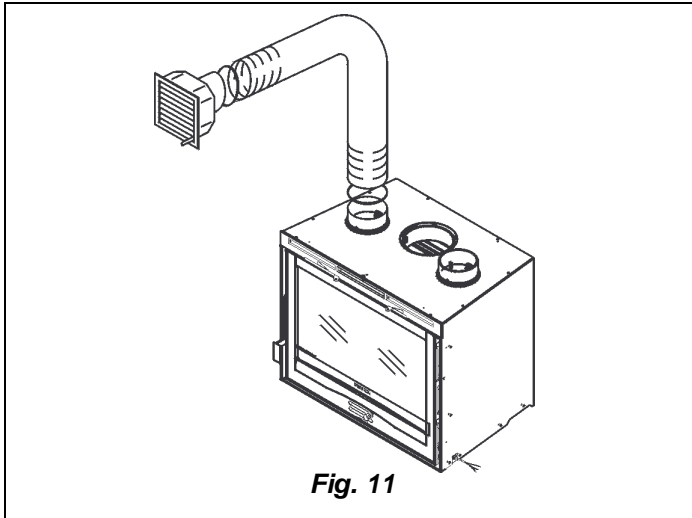
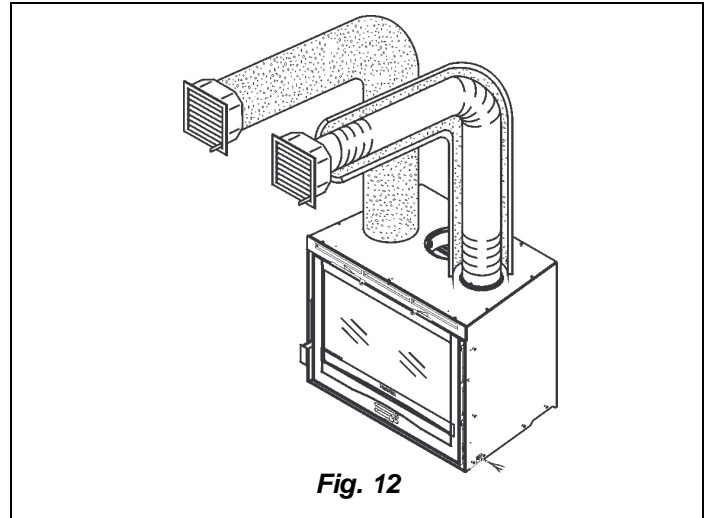

Fig. 11
Fig. 12
- e) se lo spazio tra la parte superiore dell'inserto e il profilo inferiore della cappa è inferiore a 10cm sarà necessario eseguire un foro di circa 30 x 40cm sulla cappa per permettere il fissaggio sei tubi flessibili (vedi Fig. 11 - Fig. 12);